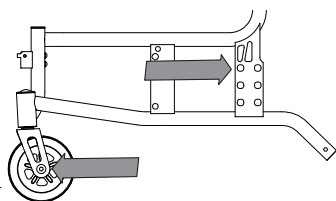

Abb. 41
- Sitzhöhe 390 – Lenkrad 150 mm / 6" Schraubachse Hinterrad oben (Abb. 41)